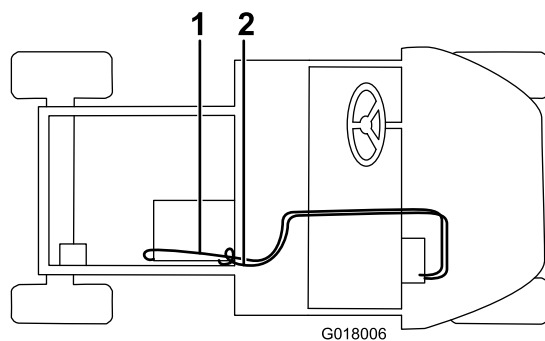

Figura 28
5. Collegate il flessibile lungo alla valvola del riscaldatore con una fascetta stringitubo e posatelo attraverso il foro sulla base del sedile, il foro nel telaio del pianale e il raccordo diritto con una fascetta stringitubo (Figura 28). Tagliate eventuale flessibile in eccesso per adattarlo.
6. Collegate il flessibile più corto al tubo di riempimento a T bianco con una fascetta stringitubo, posatelo attraverso il serratubi a R sul vano portaoggetti, attraverso il foro sulla base del sedile e collegatelo al raccordo a T nel flessibile del radiatore inferiore con una fascetta stringitubo (Figura 28). Tagliate eventuale flessibile in eccesso per adattarlo.